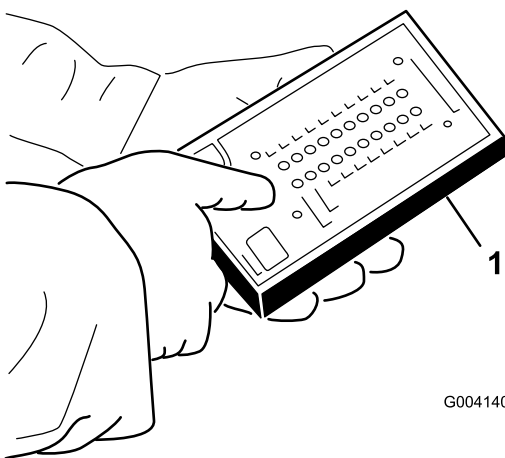

図 28
5. ハーネスのループ・バック・コネクタ (図 28) に ACE 故障診断テスターを接続する。